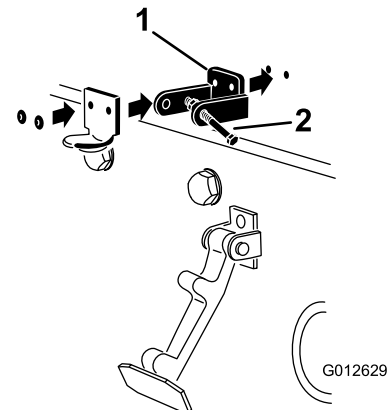

**Figura 4**
2. Rimuovete i 2 rivetti che fissano la staffa del fermo del cofano al cofano (Figura 4).